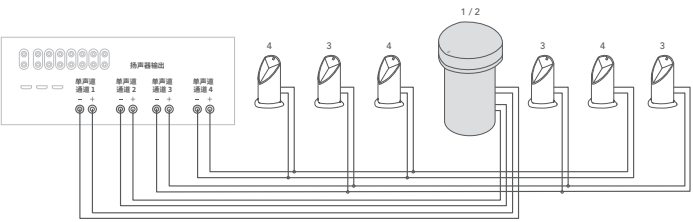
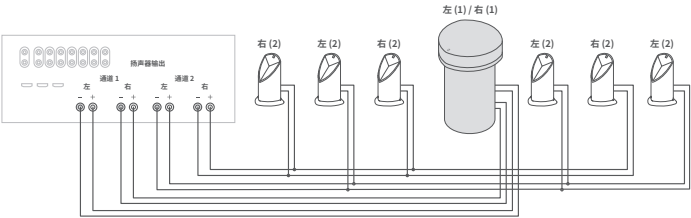

图 3
图 4
- 确定系统是以单声道还是以立体声运行 (请参阅下一页图 3 和图 4 中的系统连接图示例)。在某些应用中，聆听位置与左右扬声器的距离永远不会相等，在这种情况下，单声道可能是最佳方案。
请参见图 3 (单声道操作) 和图 4 (立体声操作) 中的系统连接图示例。如果每个放大器通道使用多个护柱, 则建议使用下面列出的 70V/100V 配置。